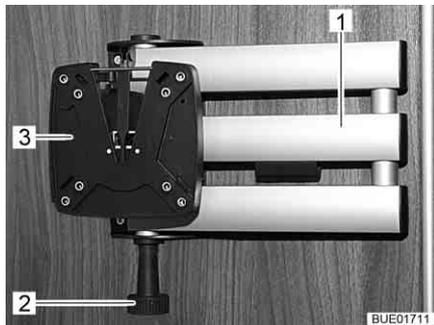

Fig. 64 Soporte con brazo articulado
- Tirar del botón de desbloqueo (Fig. 64,2). El brazo articulado (Fig. 64,1) estará desbloqueado.
- Girar la pantalla plana de regreso a la posición inicial hasta que se oiga engatillar el soporte (Fig. 64,3) en el bloqueo.